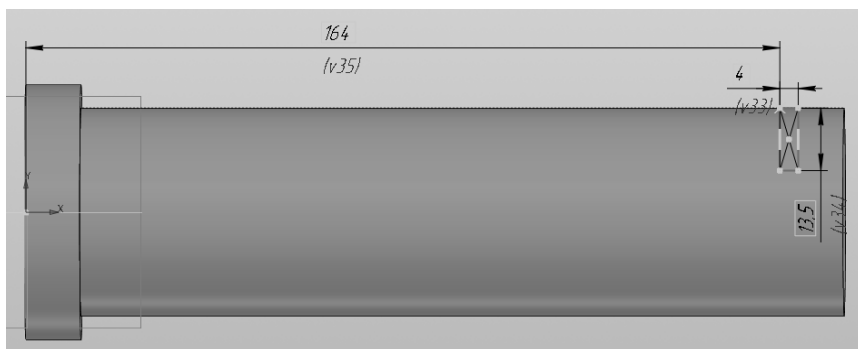

Рис. 1.40. Создание эскиза паза
1. Выбрать плоскость, проходящую вдоль через середину детали (например, базовую плоскость **X_Y** (**XZ**), и создать в ней эскиз, содержащий прямоугольник с размерами **4x13,5** мм (рис. 1.40).